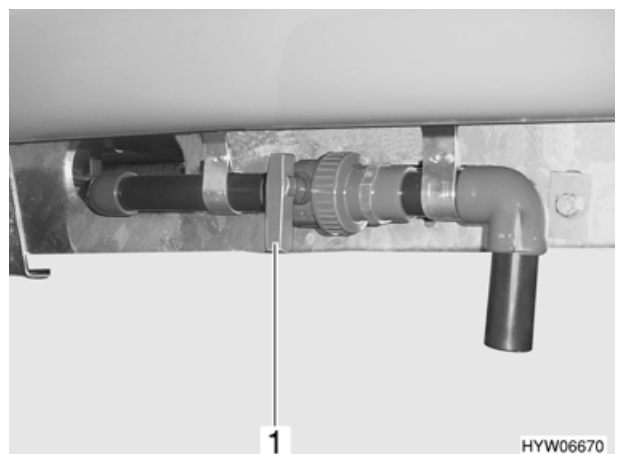

Bild 101 Ablasshahn für Abwassertank (Moving), geschlossen
- Bedienhebel (Bild 101,1) eine viertel Umdrehung entgegen dem Uhrzeigersinn drehen.
- Bedienhebel (Bild 101,1) eine viertel Umdrehung im Uhrzeigersinn drehen.